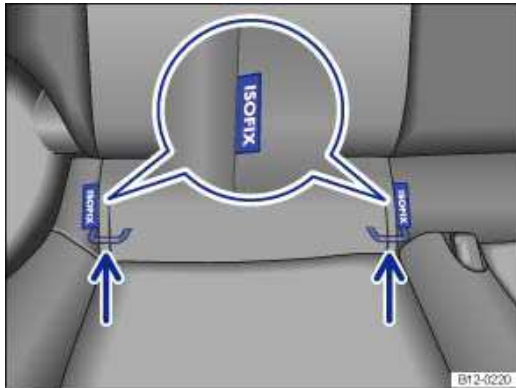

Abb. 64 Am Fahrzeugsitz: Kennzeichnung der unteren Verankerungspunkte für Kindersitze.
- Kindersitz in Pfeilrichtung auf die Halteösen → Abb. 64 stecken. Kindersitz muss sicher und hörbar einrasten.
- Kindersitz auf die Sitzfläche stellen und die Haken der Befestigungsgurte in die Halteösen → Abb. 64 einhängen.